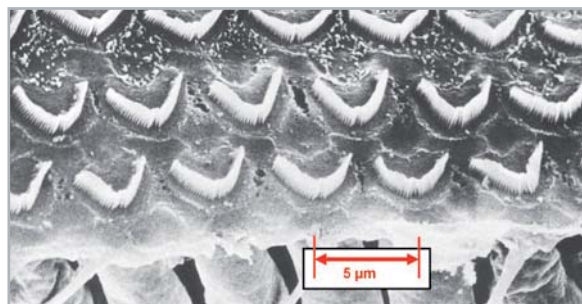

Bild 4: Sinnes-(Haar)-Zellen auf einem intakten Cortischen Organ in unserem Innenohr (elektronenmikroskopische Aufnahme)
Auf der Basilarmembran befindet sich das Cortische Organ, an dem die eigentliche Umsetzung der Schallschwingungen in Nervenreize erfolgt. Das Cortische Organ enthält drei bis fünf Reihen von Haarzellen, denen in geringem Abstand eine Deckmembran gegenübersteht, siehe **Bild 3** und **Bild 4**. Alle (Schwing-)Bewegungen der Basilarmembran verursachen eine Reizung dieser Haarzellen, die ihrerseits entsprechende elektrische Impulse erzeugen und diese über den Gehörnerv dem Hörzentrum des Gehirns mitteilen, und es kommt zur Sinneswahrnehmung des Hörens. Das Cortische Organ bildet somit den ersten, uns von der Natur mitgegebenen „Analog-Digital-Wandler“: Die analogen Schallschwingungen werden in eine Folge von (kompliziert codierten) digitalen elektrischen Impulsen umgewandelt.
Diese Haarzellen (**Bild 4**) sind es dann auch, die bei langanhaltender Beschallung (mit mehr als 85 dB(A) und länger als 8 h täglich) über eine längere Zeit hinweg unwiederbringlich zerstört werden. Mehr darüber im nächsten Beitrag der Akustik-Serie im ELVJournal.